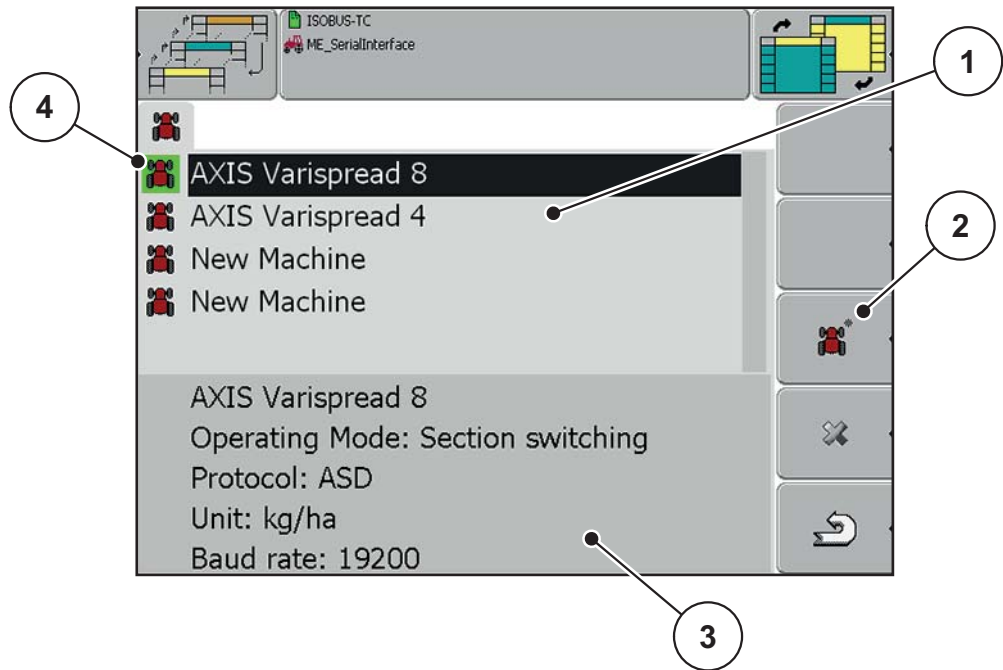

図 4.3: メニュー 機械リスト
- ▷ 有効な機械に緑のマークが付いています。図 4.3 の項目 [4] を参照。